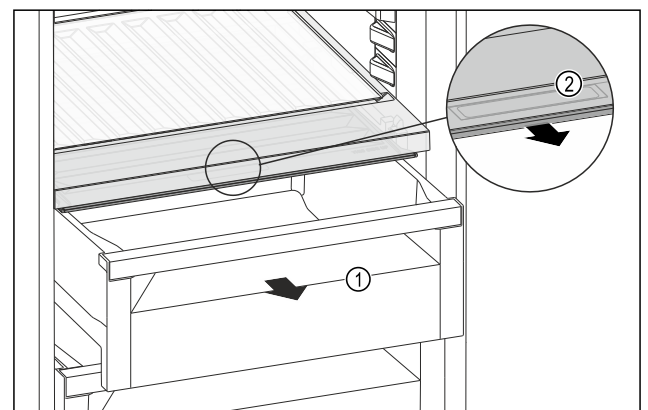

Fig. 175
- Schubfach Fig. 175 (1) herausziehen.
- Griffmulde Fig. 175 (2) am Fachdeckel anfassen und Fachdeckel gleichzeitig nach vorne ziehen.